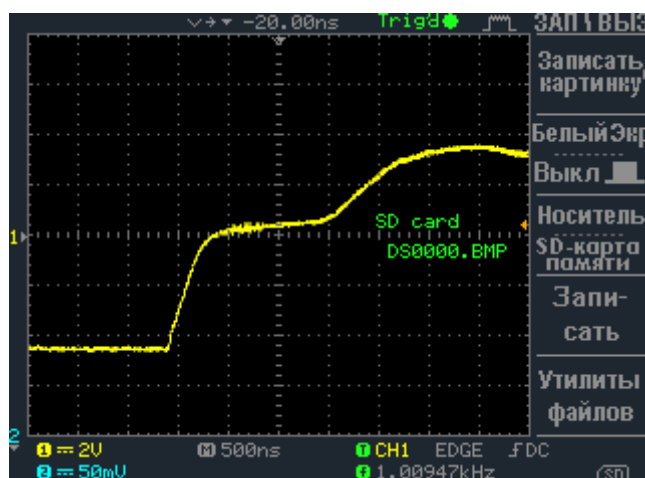

Рисунок 5.1. Несогласованная линия. Видео: http://enip2.ru/files/rs485_01.zip
- Несогласованная линия – на видео (рис. 5.1) видно, что длительность импульса резко меняется на 2 мкс, что может привести к отбрасыванию пакетов принимающими устройствами, по причине отсутствия синхронности передаваемых импульсов. Так же имеется «ступенька» прямо над порогом срабатывания приемника, что, при незначительно ухудшившихся условиях, может привести к состоянию неопределенности и так же повлияет на время фиксации приемником входящего импульса. В целом, в лабораторных условиях работа на подобной линии вполне возможна, однако для реальных объектов нелишним будет провести мероприятия по согласованию линии.